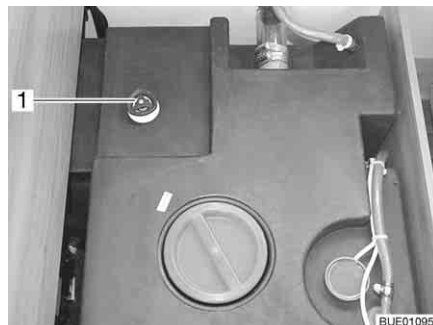

Bild 197 Vattentank med ratt
- Vrid ratten på vattentanken moturs mot motståndet till stoppläget (Bild 197,1) för att öppna utloppsöppningen helt.